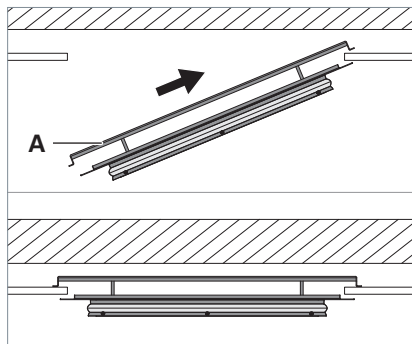

Fig. 2: Accrocher le cadre du luminaire dans le plafond.
- À l'aide des deux étriers **A**, accrochez le cadre du luminaire dans le plafond, voir Fig. 2